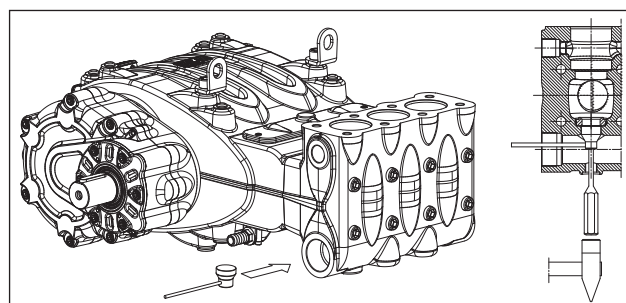

图 108
如果吸入阀组的抽出格外困难（例如用于泵长期使用而结硬壳），可使用代码为 27516200 的（①，图 108）拔取器工具并按照指示操作。